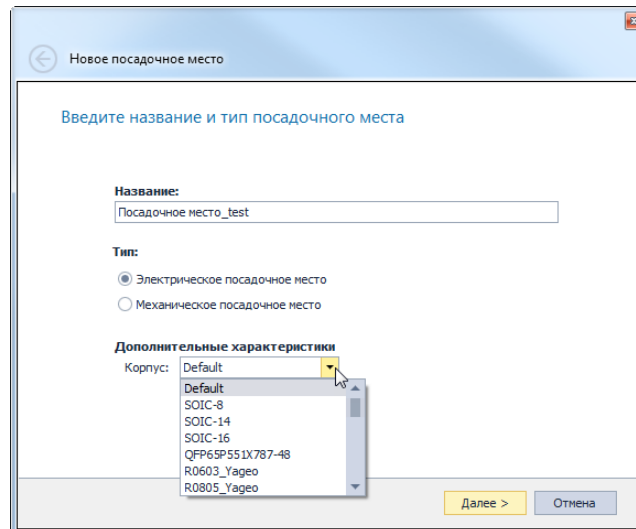

Рис. 80 Ввод наименования посадочного места и установка параметров
2. Проверьте введенное наименование посадочного места и выберите тип (электрическое/механическое) создаваемого посадочного места, а также укажите дополнительные характеристики, см. Рис. 80: